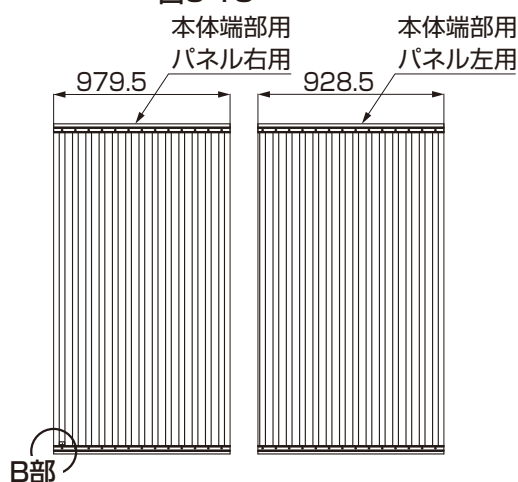

図5-16 内観図
- 家側から見て左下にブランドラベルが来るように組付けます。なお、W20左用と追加用にはブランドラベルはありません。（図5-16、5-17、5-18参照）